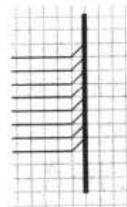

图 4-32 放置总线分支实例
- (1) 执行菜单命令 Place|Bus Entry，或用鼠标左键单击电路绘图工具栏 PlaceBusEntry 按钮 ，或按下 Alt+P+U 键，即进入放置总线分支状态。
- (2) 执行命令后，光标从箭头变成了十字光标并带上浮动的总线分支。单击空格键，总线分支将顺时针方向旋转 90°，或按 X 键将绕水平线翻转，或按 Y 键将绕垂直线翻转。
- (3) 移动浮动总线分支到适当位置后，单击鼠标左键或按 Enter 键放置一条总线分支。
- (4) 系统仍处于放置总线分支状态，十字光标仍带着浮动总线分支，单击鼠标左键继续放置其他分支，或者单击鼠标右键或按 Esc 键，即退出绘制总线分支，如图 4-32 所示。